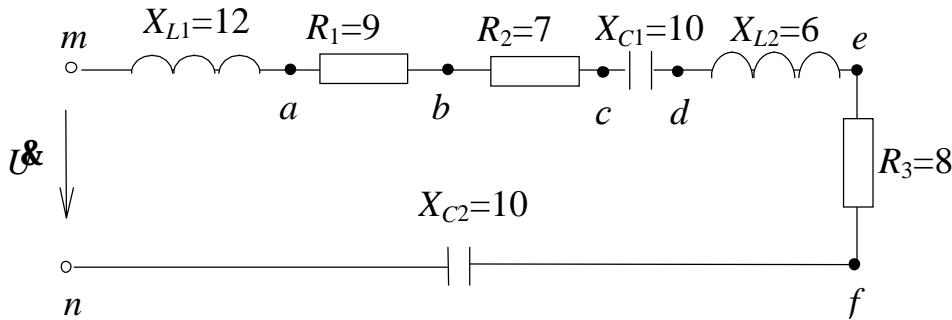

Рис.4.6
**Задача 4.3.** В цепи с параметрами, заданными в Омах, протекает ток  $i = \sqrt{2} \sin(\omega t + 20^\circ)$  (рис. 4.6). Определить между какими точками в этой цепи будет наблюдаться наибольшее напряжение. Задачу рекомендуется решать с помощью векторной диаграммы.